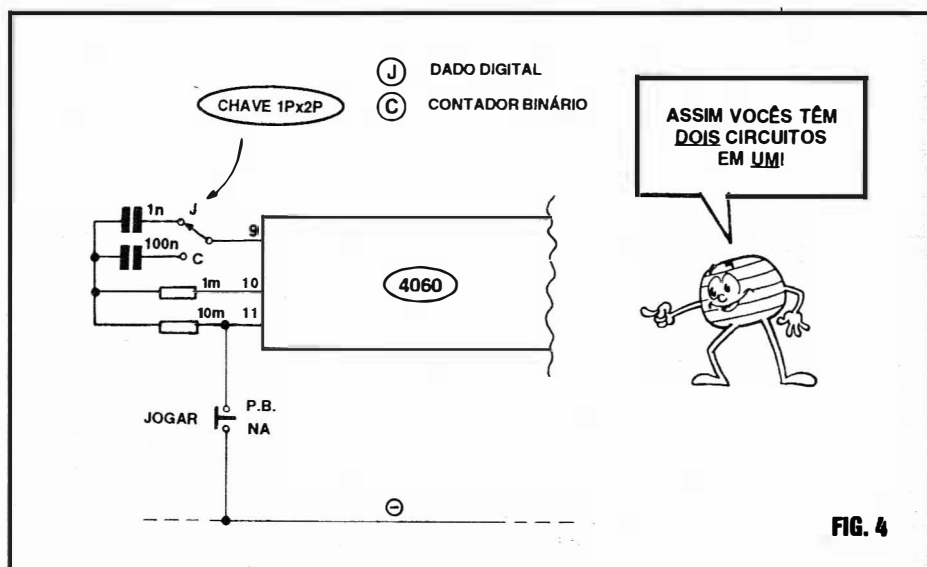

FIG. 4
**- FIG. 4 - TORNANDO O CIRCUITO BÁSICO NUM DUPLO DISPOSITIVO (CONTADOR/DADO) -** Com mais um pequeno "truque" circuital (que deve ser analisado pelo Leitor/"Aluno", a partir de um raciocínio elementar...), ou seja: pela colocação dos dois capacitores (um de 1n e um de 100n) chaveados por uma chave de 1 polo x 2 posições (uma H-H mini servirá perfeitamente...), é possível fazer a estrutura funcionar, opcionalmente, como CONTADOR BINÁRIO "acompanhável", ou como DADO DIGITAL! A opção mostrada esquematicamente no diagrama, obviamente, destina-se a quem escolheu montar o circuito de forma mais "definitiva", num pequeno Circuito Impresso de *lay out* especificamente criado... Assim, na posição "C" da chave, terá como praticar a interpretação da notação binária, enquanto ue, na posição "J", poderá usar o circuito como núcleo de gostosos e interessantes jogos e brincadeiras...!